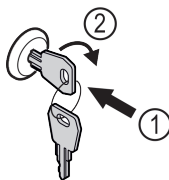

Fig. 183
- Inserire la chiave. Fig. 183 (1)
- Ruotare la chiave di 90° in senso orario. Fig. 183 (2)